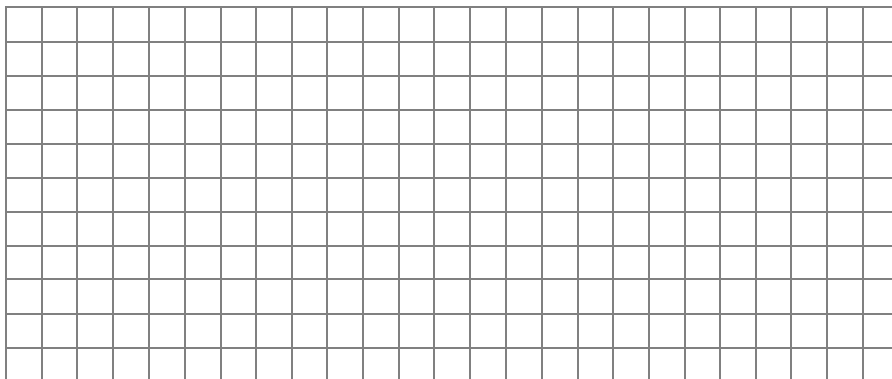

Рис. 1.2. Сетка для векторных диаграмм тока и напряжения R1...R4, RL и C
5. Изобразить в тетради (сетка для рис. 1.2) векторные диаграммы тока и напряжения для R1, R2, R3, R4, катушки индуктивности и конденсатора.